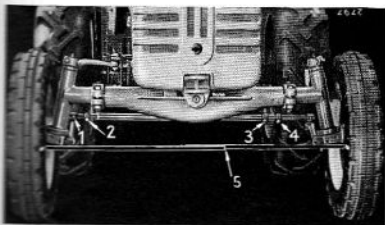

Bild 17. 1. Kort parallellstagsförlängning med kulle
Drag sedan ut framaxelförlängningarna lika mycket på båda sidor till önskat läge, se till att inställningsbultarnas hål kommer mitt för varandra, och sätt tillbaka bultarna i hålen. Drag till axelförlängningarnas klamrar. Efter varje ändring av spårvidden måste parallell — och styrstagen justeras in efter den nya spårvidden. Sedan fjäderklämmorna tagits bort och klammerna (3 och 4, bild 17) lossats, kan den längre parallellstagsförlängningen dras in eller ut efter behov i intervaller på 100 mm. Mellanlägen kan erhållas genom att klammer (2) lossas och den korta förlängaren skruvas in eller ut. Drag sedan till alla klamrar och bultar.
För justering av "toe-in" förlängs eller förkortas parallellstagens förlängare (1, bild 17) efter behov. Kontrollera inställningen då och då.